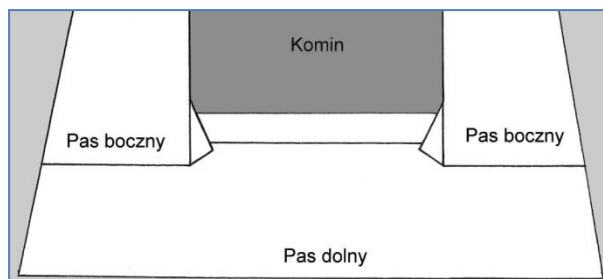

rys.15
8. Po zamocowaniu bocznego pasa do wymianu i przejmy (rys.13), przyciętą końcówkę kołnierza należy zagiąć na styk z sąsiadującą ścianką komina (rys.15). Rysunek nr 14 prezentuje wersję skośnego nacięcia membrany nad górnym wymianem, która ma być ułożona nad **taśmą blaszaną** po jej zamontowaniu.